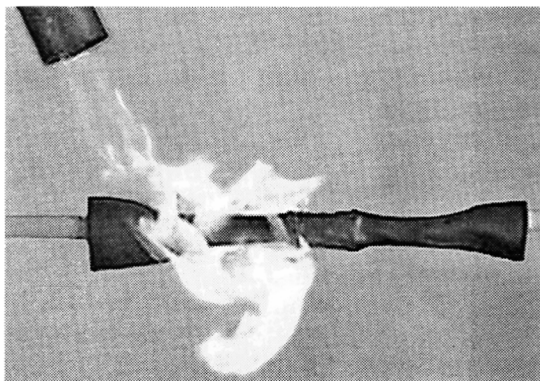

Рис. 2.22. Изоляция с помощью термоусадочной трубки
**Термоусадочная трубка (ТУТ)** — отличная альтернатива классической изоленте (рис. 2.22). Более того, она обладает качествами, которые изоленте недоступны. По внешнему виду напоминает кембрик. При необходимости изолировать открытые участки кабеля, повысить его механические и изоляционные свойства трубка нарезается кусками, которые надеваются сверху оболочки или изоляции. Затем ТУТ просто нагревается (паяльной лампой, феном, обычной зажигалкой и т. п.). Трубка уменьшается в размерах, плотно обхватывая кабель и надежно изолируя его.